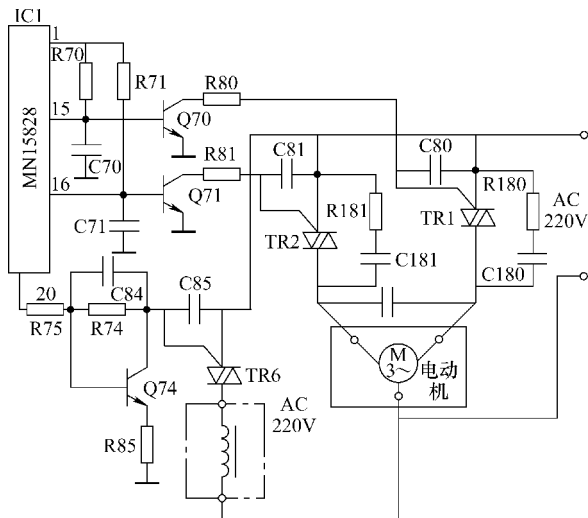

图 4-119 海棠品牌 XQB42-1 型全自动洗衣机进水控制电路
【维修笔记】 该机进水控制电路如图 4-119 所示，其工作原理是微处理器 IC1MN15828 ②⑩引脚输出的进水控制信号经 R75、R74 和 C84 加到双向晶闸管 TR6 触发极，TR6 导通，220V 电压通过 TR6 加在进水电磁阀上，电磁铁吸合，进水阀中心打开，便开始进水。